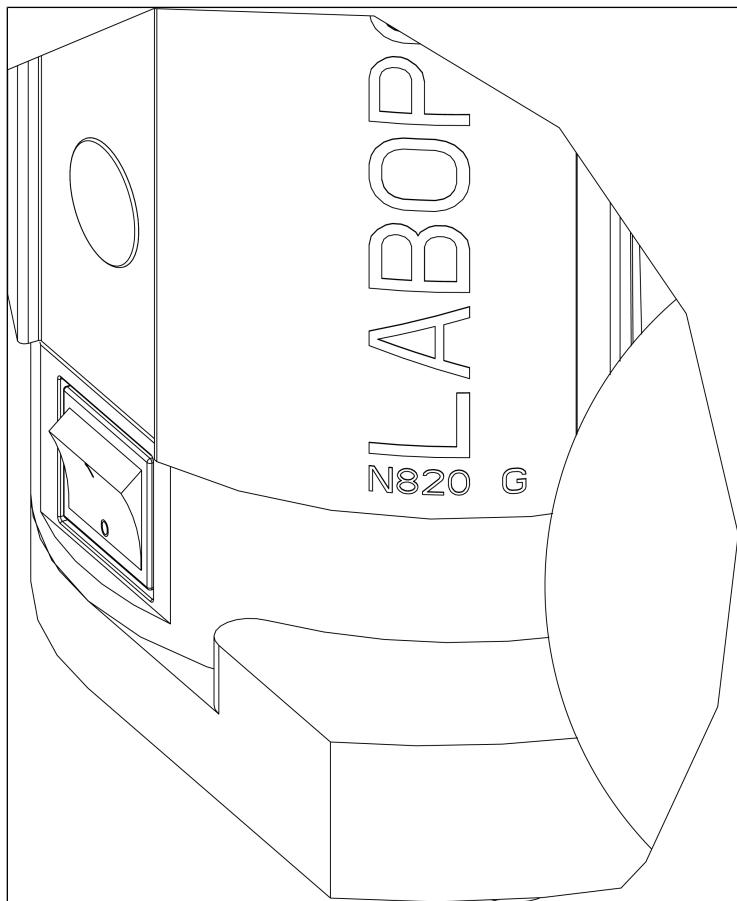

Fig. 8: Mise sous / hors tension du système de vide à l'aide de l'interrupteur d'alimentation
- Mettez le système de vide sous tension à l'aide de l'interrupteur d'alimentation (voir Fig. 8).